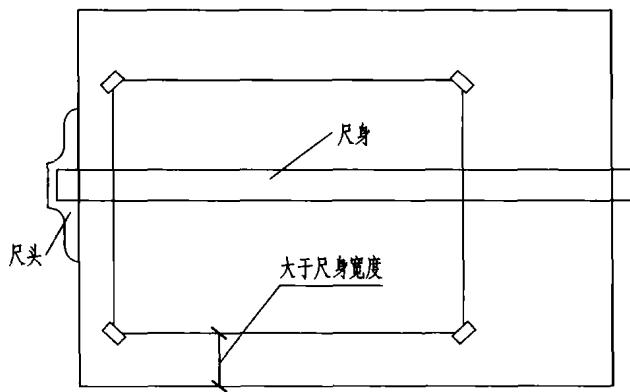

图1-16 图纸固定的位置
- ① 阅读有关文件、资料,了解所绘图样的内容和要求。
- ② 备好绘图仪器和工具,把图板、三角板、丁字尺擦净,削好铅笔,并将各种工具放在固定的位置上。
- ③ 确定图幅,并用透明胶带将图纸固定在图板上。在图纸的下边缘至少留足一个丁字尺尺身的宽度,保证绘制下边图线时,丁字尺不晃动。使用丁字尺时,注意将尺头紧贴图板侧边(图1-16)。